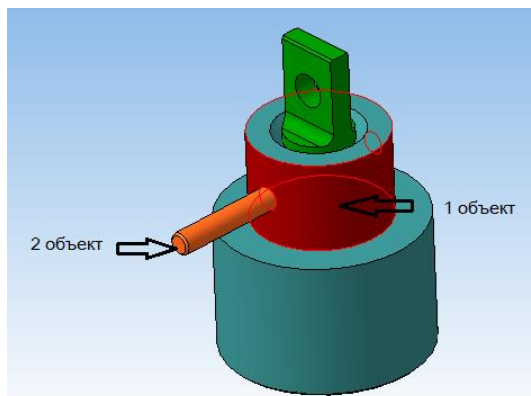

Рисунок 64.
21. В качестве первого объекта сопряжения укажите внешнюю поверхность малого цилиндра корпуса, второго объекта - торец штифта (рисунок 64).